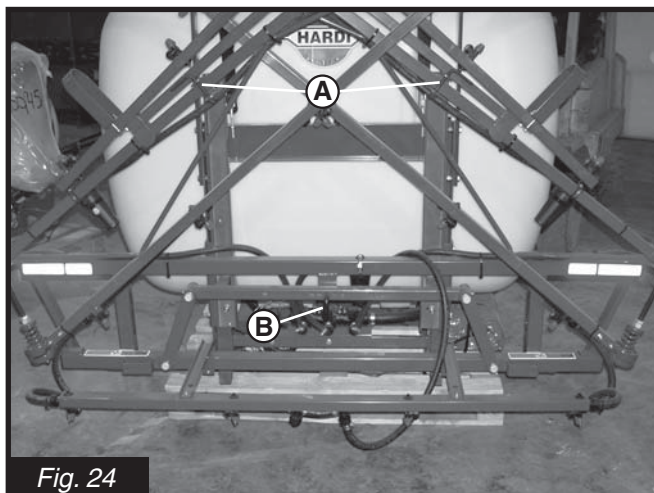

Fig. 24
1. Retirez les goupilles de verrouillage de transport **A** (Fig. 24) et pivotez la rampe en position de fonctionnement. Remisez les goupilles de verrouillage dans leurs emplacements originaux afin d'éviter leur perte.
3. Retirez la goupille de verrouillage du trapèze **B** (Fig. 24) pour activer la caractéristique de la mise à niveau automatique de la rampe (rampe MB de 40 pi seulement).
1. Remplacez la goupille de verrouillage du trapèze **B** (Fig. 24) à la position du centre (rampe MB de 40 pi seulement).
3. Retirez les goupilles de verrouillage de transport **A** (Fig. 24) et repliez la rampe à la position de transport. Bloquez-la fermement en position en utilisant les goupilles de verrouillage **A** (Fig. 24).